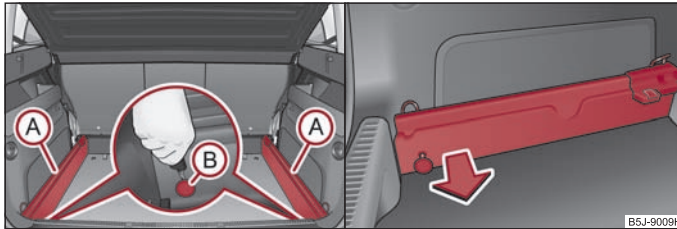

Fig. 63 Portbagajul: Eliberarea punctelor de asigurare / Scoaterea șinelor
- Slăbiți punctul de asigurare (B) al șinelor, cu cheia, resp. cu o șurubelniță plată ⇒ fig. 63.
- Apucați șina (A) ⇒ fig. 63 dreapta și scoateți-o trăgând în sensul indicat de săgeată. La demontarea șinei de pe partea cealaltă a portbagajului, procedați în mod asemănător.